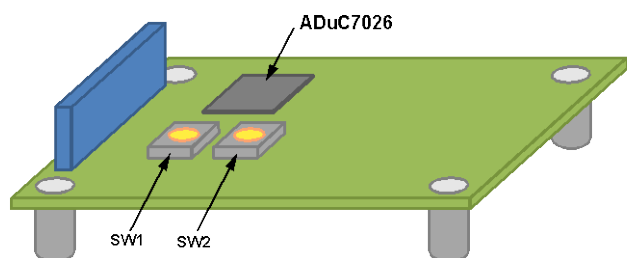

図 10. マイクロコントローラ・ファームウェア変更用の ISEB スイッチの位置
2. 次の順に ISEB 上の 2 個のボタン (図 10 参照) を押して、ファームウェアを変更します。